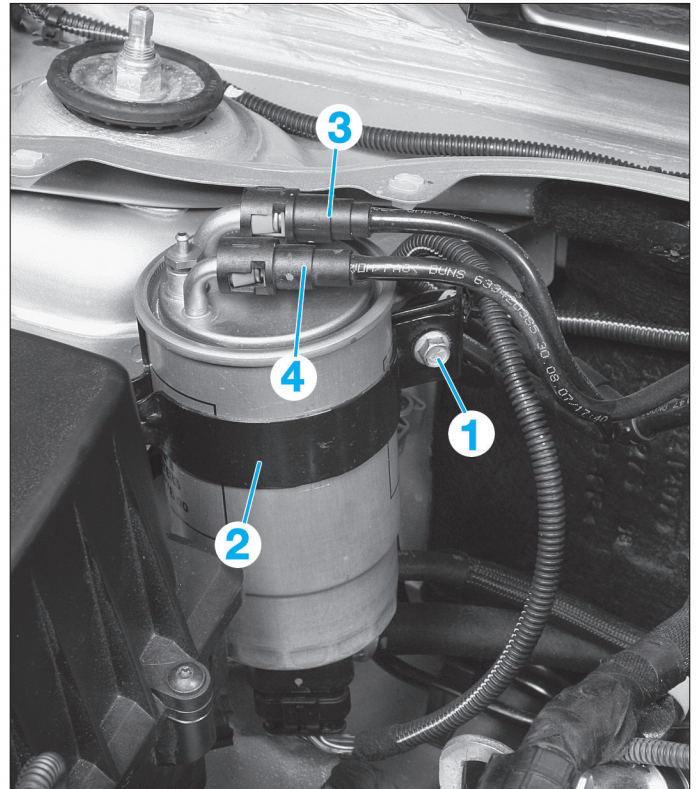

Fig. 36
- Déposer la vis (1) (Fig.36) puis l'étrier (2).
- Débrancher les tuyaux d'arrivée (3) et de sortie (4) du filtre à carburant (appuyer sur les agrafes en plastique de chaque côté).